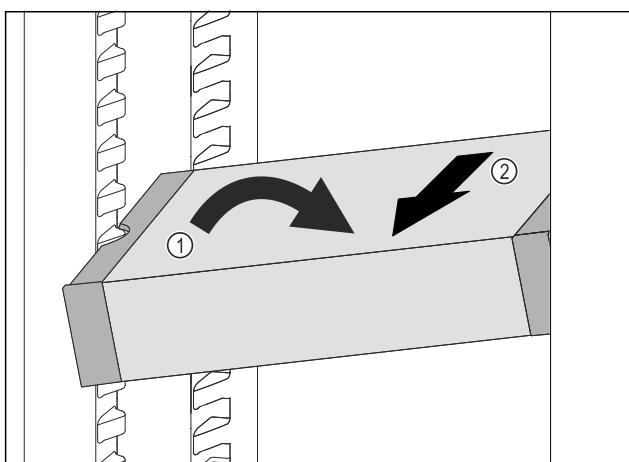

Fig. 109
► Встановити VarioSafe під кутом в охолоджувальному відділенні. Fig. 109 (1)
► Витягнути VarioSafe вперед. Fig. 109 (2)